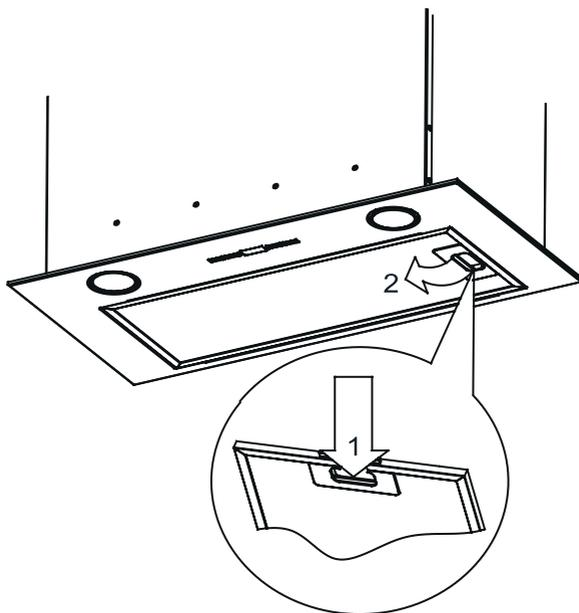

Рис. 4. Жировий фільтр
2. Зніміть жировий фільтр з приладу (Рис. 4).
5. Встановіть жировий фільтр на прилад (Рис. 4).
Витяжку обладнано алюмінієвим фільтром, що зупиняє частинки жиру, що виділяються в процесі приготування. Щоб зняти фільтр, перемістіть затискачі у напрямку стрілок (Рис. 4). Фільтр слід очистити вручну шляхом його занурення у воду з рідиною для миття посуду протягом приблизно 15 хвилин, при температурі 40-50°C. Через 15 хвилин промийте акуратно фільтр. Фільтр повинен бути сухим перед його встановленням у витяжку. Також фільтр можна мити в посудомийній машині. Під час миття колір фільтра може змінюватися, що не впливає на його характеристики фільтрації. Недотримання регулярної очистки фільтра знижує ефективність витяжки та може спричинити пожежу. Жировий фільтр слід очищати щонайменше кожні 35 годин роботи витяжки.